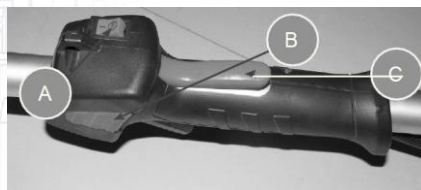

Рис.8.
6. Выключатель зажигания установите в положение «старт» (Рис.8А). Удерживая стопорный рычаг (С) Рис.8 нажмите на курок газа. Для облегчения запуска зафиксируйте курок газа стопором (В) Рис.8.